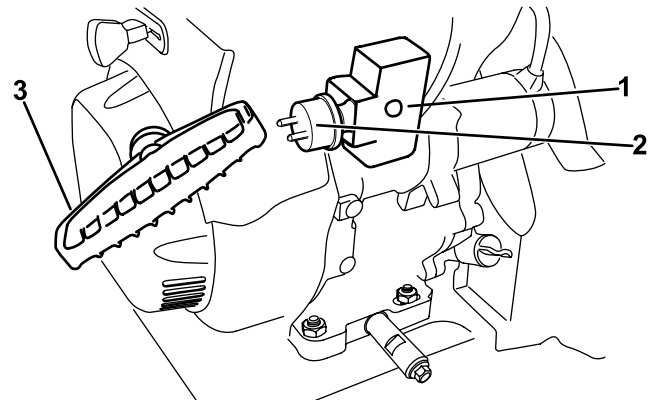

Figura 29
7. Avviate la macchina tirando la maniglia dell'avvitatore autoavvolgente o premendo il pulsante dell'avviamento elettrico (Figura 29).